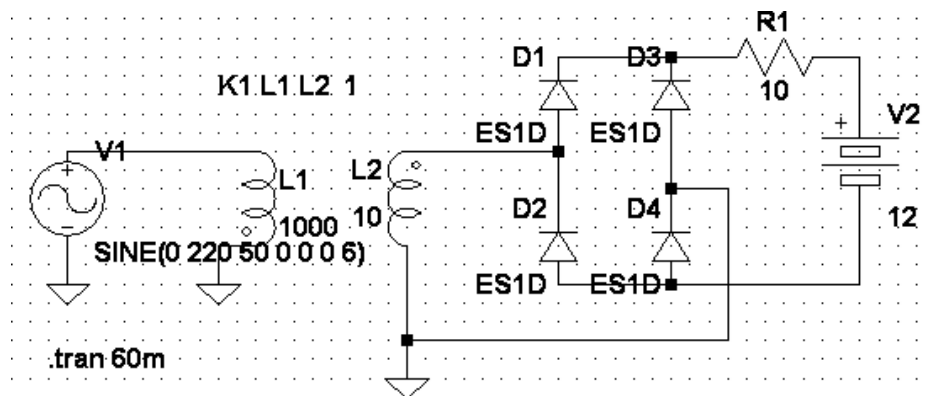

Рис. 6. Схема мостового выпрямителя с противоЭДС.
- Создайте схему выпрямителя с противоЭДС (рис. 6).